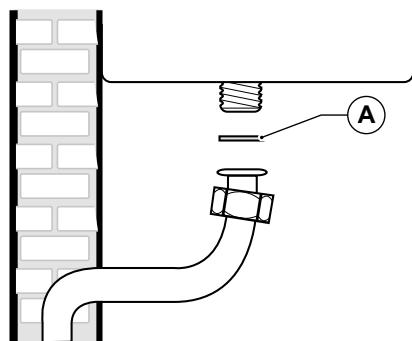

Рис. 19 Підключення газу
Підключення котла до лінії підводу газу слід ОБОВ'ЯЗКОВО здійснювати накидною гайкою із застосуванням в стиковій площині ущільнюальної прокладки (A) відповідного діаметру і з придатного для цієї мети матеріалу (див. Рис. 19 Підключення газу).